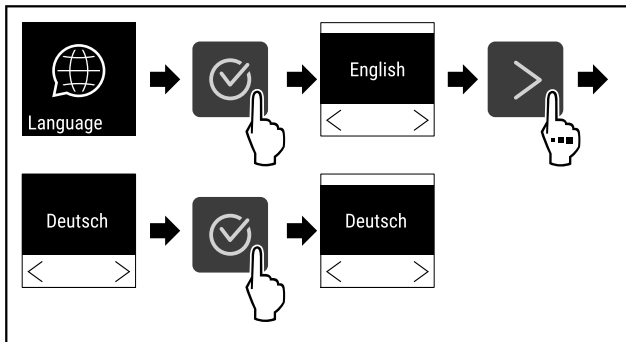

Fig. 80
- ▶ Hajtsa végre a művelet lépéseit (lásd Fig. 80) .